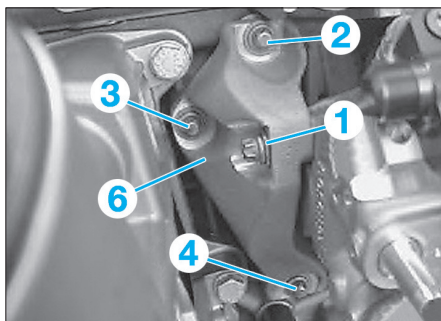

Fig. 60
- Déposer le support de la pompe haute pression (6) dans l'ordre de desserrage indiqué (Fig.60).
- Respecter l'ordre de vissage prescrit lors de la repose du soutien de pompe haute pression (Fig.60).